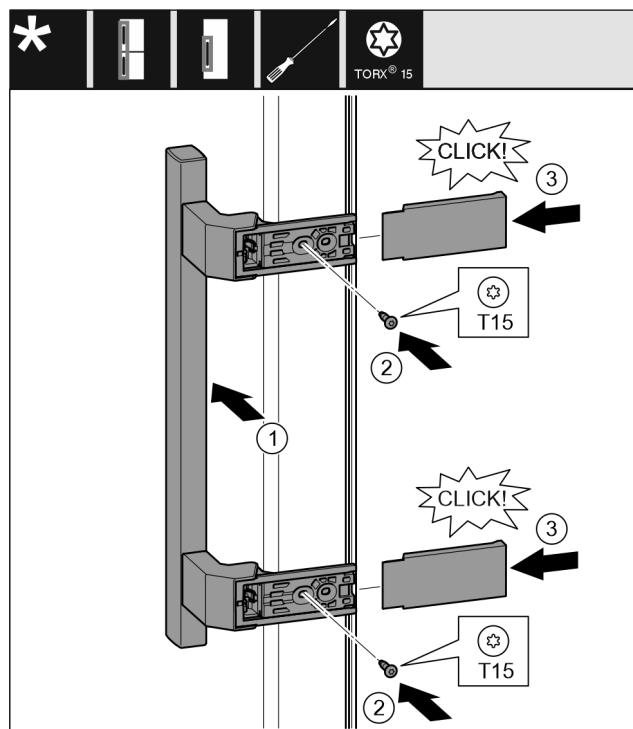

Fig. 18
- ▶ Nasad'te madlo na protilehlé straně. Fig. 18 (1)
- ▶ Šroubovákem T15 pevně utáhněte šrouby. Fig. 18 (2)
- ▶ Z boku nasad'te a nasuňte kryty. Fig. 18 (3)